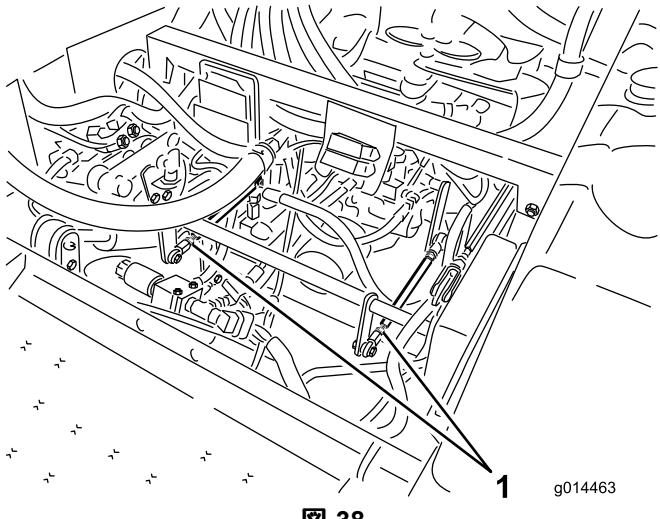

図 38
- 左後タイヤが回転している場合には、左側トランスミッション・コントロールロッドのジャムナットをゆるめる図 38。